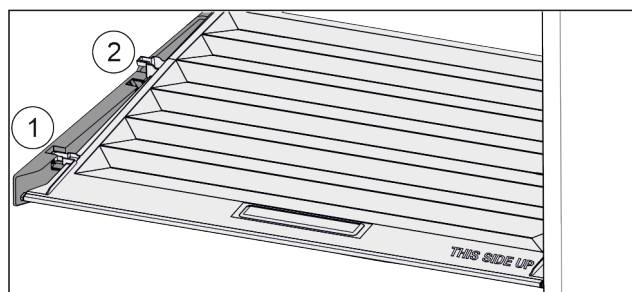

Fig. 27
- ▶ Tirare in avanti il coperchio fino all'apertura nei fermi *Fig. 27 (1)*.
- ▶ Sollevare posteriormente dal basso e togliere verso l'alto *Fig. 27 (2)*.